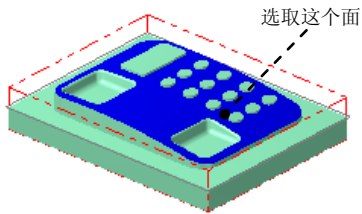
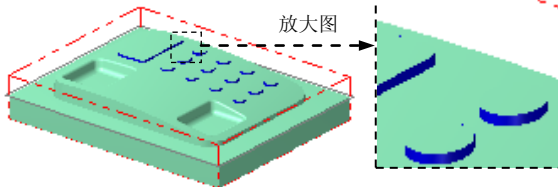

图 10.2.22 选择加工面
图 10.2.23 选择干涉面
Step2. 选取加工面。在图形区中选取图 10.2.22 所示的曲面,然后按 Enter 键,系统弹出“刀路/曲面选择”对话框,单击检查面区域的  按钮,在图形区中选取图 10.2.23 所示的曲面(凸起部分的侧面,共 20 个面),按 Enter 键完成检查面选取,回到“刀路/曲面选择”对话框,单击  按钮,系统弹出“曲面精车-等距环绕”对话框。